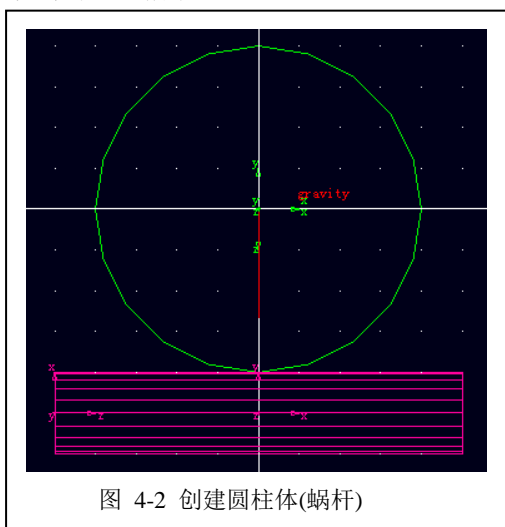

图 4-2 创建圆柱体(蜗杆)
4.2 在 ADAMS/View 工作窗口中先用鼠标左键选择点 (-250, -250, 0) mm, 然后选择点 (250, -250, 0) mm。则一个圆柱体 (PART\_3) 创建出来。如图 4-2 所示。